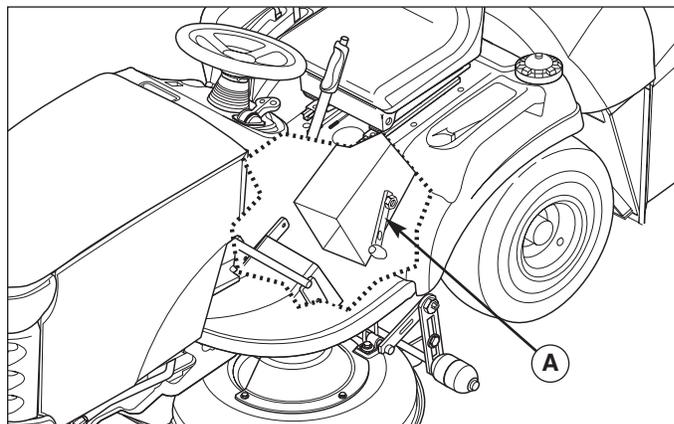

Figure 5. Enlever le tube de décharge inférieur
2. Enlever le tube de décharge inférieur (A, Figure 5).